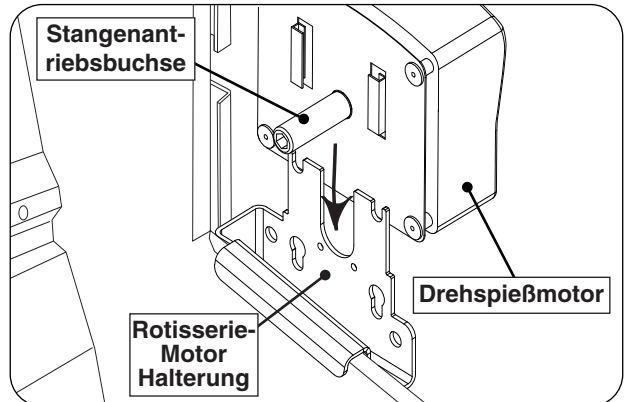

Abb. 32-2 Rotisserie-Motor einbauen
2. Schieben Sie den Rotisserie-Motor vollständig auf die Motorhalterung auf der rechten Seite des Grills (siehe Abb. 32-2) und schließen Sie ihn an eine Stromquelle an (nicht einschalten).